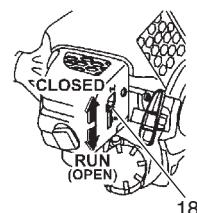

Fig. 13
2. Lleve la palanca del estárter (18) a la posición CLOSED (cerrado). (Fig.13)